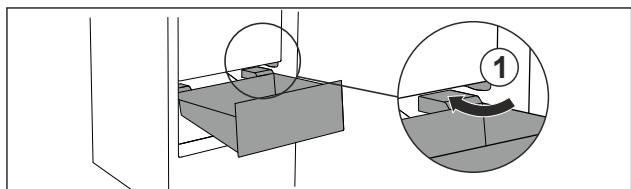

Fig. 67
- Обвести висувний ящик навскіс навколо стопора Fig. 67 (1).